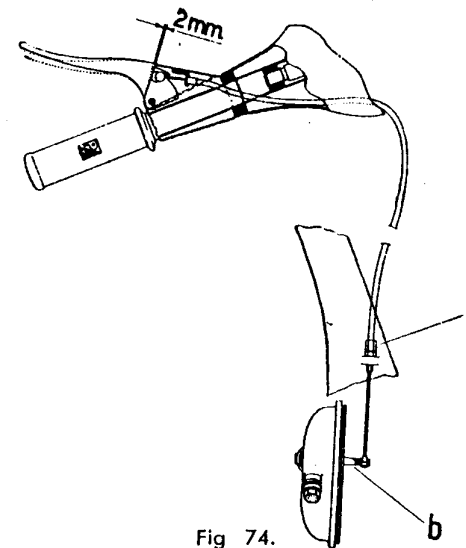

Fig 74.
- Mediante dos llaves planas de 8 mm. actuar sobre la tuerca de ajuste "a" y sobre su contratuerca, aflojando ésta (fig. 74).